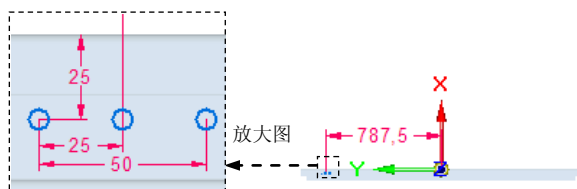

图 8.13.188 编辑孔的定位
(4) 编辑孔的定位。在草图环境中对其添加几何约束, 如图 8.13.188 所示。